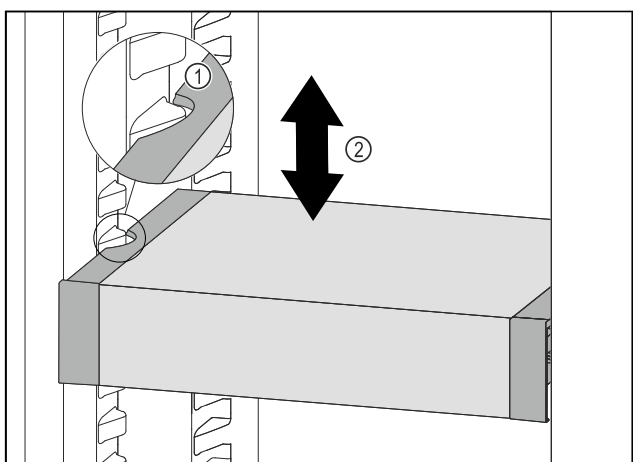

Fig. 75
- ▶ Trekk VarioSafe forover, til utsparingene på sidene av VarioSafe er på nivå med rillene i kjøleskapet. Fig. 75 (1)
- ▶ Flytt VarioSafe oppover eller nedover i kjøleskapet, til ønsket høyde er nådd. Fig. 75 (2)